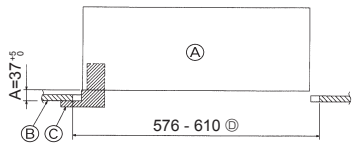
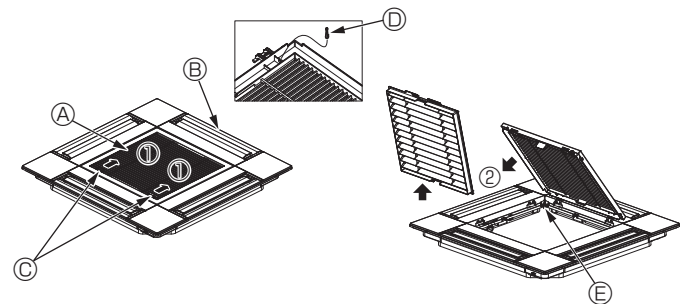
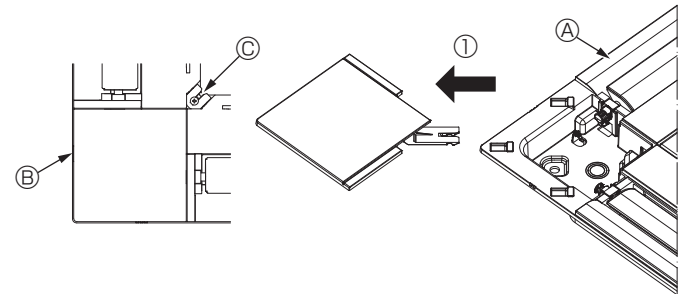

Fig. 5-2
Fig. 5-3
Fig. 5-4
②	Schroef met pakking	4	M5 × 0,8 × 28 (mm)
③	Meetapparaat	1
④	Verbindingsdraad voor signaal- ontvanger	1	Meegeleverd indien uitgerust met de signaalontvanger.
⑤	Verbindingsdraad voor i-See- sensor	1	Meegeleverd indien uitgerust met de i-See-sensor.
⑥	Sluiting	2	Meegeleverd indien uitgerust met de signaalontvanger.
⑦	Clip	2	Meegeleverd indien uitgerust met de i-See-sensor.
⑧	Draadloze afstandsbediening	1	Meegeleverd indien uitgerust met de draadloze afstandsbediening.
⑨	Houder voor afstandsbediening	1	Meegeleverd indien uitgerust met de draadloze afstandsbediening.
⑩	LR6 AA-batterijen	2	Meegeleverd indien uitgerust met de draadloze afstandsbediening.
⑪	3,5 × 16 mm zelftappende schroeven	2	Meegeleverd indien uitgerust met de draadloze afstandsbediening.
5.2. Voorbereidingen voor het bevestigen van het rooster (Fig. 5-2)
- ① Hoofdeunit
② Plafond
③ Meetapparaat (Accessoire)
④ Afmetingen plafondopening
5.2.1. Verwijderen van de grill van de inlaatopening (Fig. 5-3)
- Schuif de hendels in de richting van pijl ① om de grill te openen.
- Verwijder nu het scharnier van de grill van de inlaatopening zoals aangegeven door de pijl ②, terwijl de grill in de geopende positie staat.
- ① Inlaatrooster
② Roosterhaak
③ Rooster
④ Opening voor roosterhaak
⑤ Inlaatroosterhendels
5.2.2. Verwijderen van het hoekpaneel (Fig. 5-4)
- Verwijder de schroef uit de hoek van het hoekpaneel. Schuif het hoekpaneel zoals aangegeven door pijl ① om het hoekpaneel te verwijderen.
- ① Rooster
② Hoekpaneel
③ Schroef